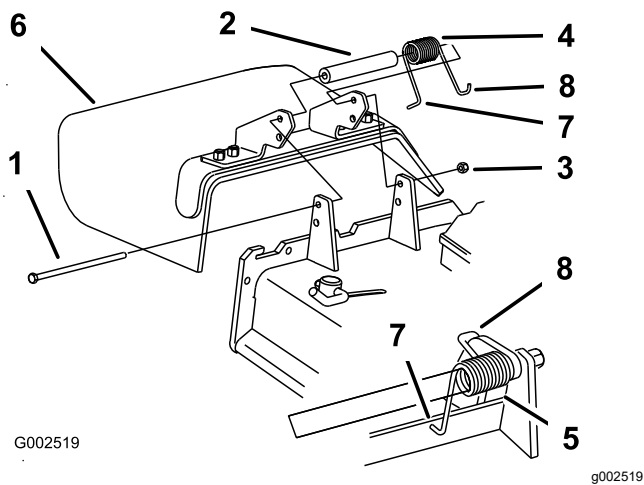

Figure 57
1. Retirez le contre-écrou, le boulon, le ressort et l'entretoise qui fixent le déflecteur aux supports de pivot (Figure 57).
Remarque: Prenez soin de placer l'extrémité en **L** du ressort derrière le bord du tablier avant de mettre le boulon en place, comme montré à la Figure 57.
5. Placez l'extrémité en **J** du ressort autour du déflecteur d'herbe (Figure 57).